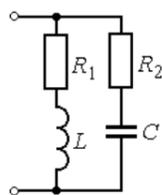

Рис. 7.3
2. Записать условие резонанса для схемы рис. 7.3 и вывести из него, как частный случай, условие резонанса для схемы рис. 7.1. Изменением каких величин можно добиться резонанса токов в исследуемой цепи?